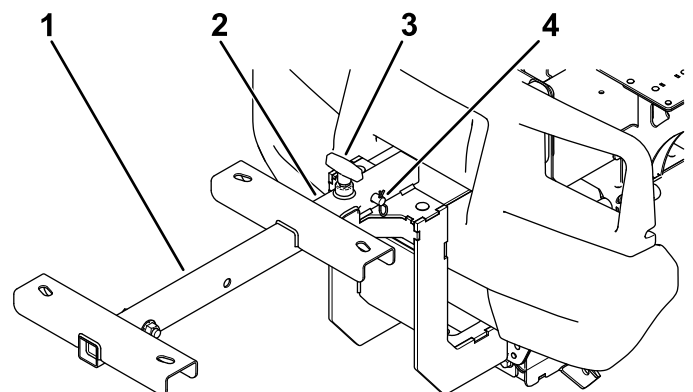

Figure 3
3. Desserrez la poignée en "T" sur la fixation de l'attelage avant (Figure 3).
4. Insérez le support en tube dans la fixation d'attelage avant et fixez-le en position à l'aide de l'axe de chape (1/2 x 2 po) et de la goupille fendue (Figure 3).
5. Resserrez la poignée en "T" sur la fixation de l'attelage avant (Figure 3).